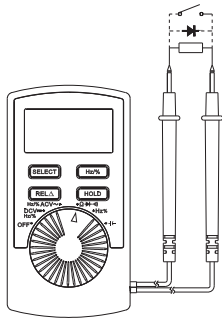

Рисунок 6
5.5. Тестирования диодов и цепи на обрыв (см. пунктирную часть Рис. 6)